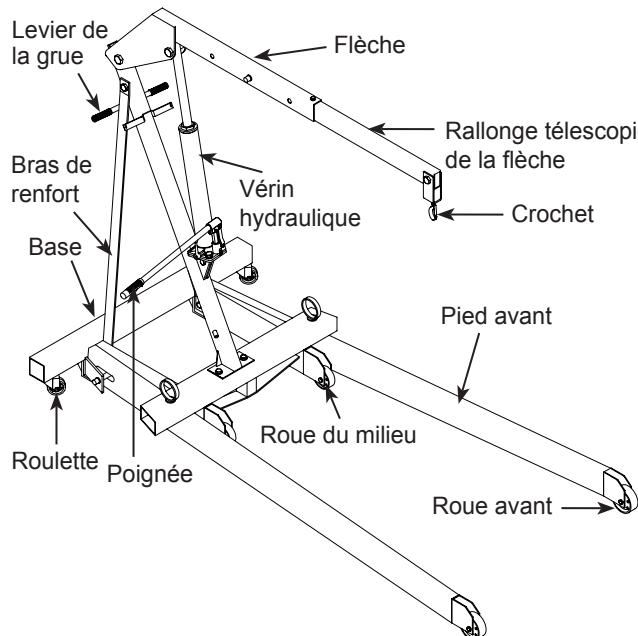

Figure 1 : Pièces du modèle 44010
1. Assurez-vous d'avoir toutes les pièces en votre possession (*voir les figures 1 et 3*). Si des pièces sont manquantes ou endommagées, contactez le service à la clientèle.
2. Fixez les roulettes (2) à la base (1) à l'aide de boulons M8 x 16 et de rondelles (4 et 3), puis fixez les roues de 8,89 cm (3-1/2 po) (5) à l'aide de boulons, de rondelles et d'écrous (9, 10 et 11).
3. Fixez les roues de 12,7 cm (5 po) (13) aux pieds avant (12) à l'aide de boulons, de rondelles et d'écrous (9, 10 et 11).
4. Fixez les deux pieds avant (12) à la base (1) à l'aide d'une goupille, d'une attache en « E », d'une goupille fendue et d'un boulon de blocage (14, 15, 16 et 17).
5. Fixez la colonne (18) à la base (1) à l'aide de deux boulons et écrous (20 et 10). La colonne doit pencher vers l'arrière de la base comme illustré. Serrez les écrous à la main.
6. Fixez deux tiges de renfort (21) à la colonne (18) à l'aide de boulons, de rondelles et d'écrous (22, 10 et 11). Serrez les écrous à la main.
7. Fixez la partie inférieure des tiges de renfort (21) à l'intérieur de la base (1) à l'aide de deux boulons et écrous (23 et 10).
8. Serrez tous les boulons de la colonne (18) à la base (1), aux tiges de renfort (21) à la colonne (18) et tiges de renfort (21) à la base (1).
9. Fixez le piston hydraulique (32) au support de montage (28) à l'aide de boulons, de rondelles et d'écrous (33, 34 et 35). *La douille de la poignée du vérin hydraulique doit être orientée vers l'avant du cadre de la base comme illustré.* Placez ensuite l'assemblage entre les pattes de montage sur la colonne (18) et fixez-le à l'aide d'un boulon, d'une rondelle et d'un écrou (29, 30 et 31). Serrez l'écrou. Appuyez l'assemblage du vérin hydraulique contre la colonne.
10. Raccordez la flèche (24) à la colonne à l'aide d'un boulon, d'une rondelle et d'un écrou (25, 26 et 27).
11. Tenez la flèche (24) et faites pivoter le vérin hydraulique (32) de façon à l'éloigner de la colonne. Fixez le vérin hydraulique (39) à la flèche à l'aide d'un boulon, d'une rondelle et d'un écrou (37, 30 et 31). Serrez l'écrou.